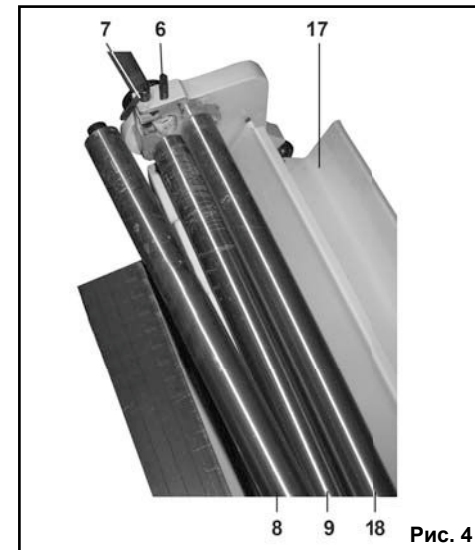
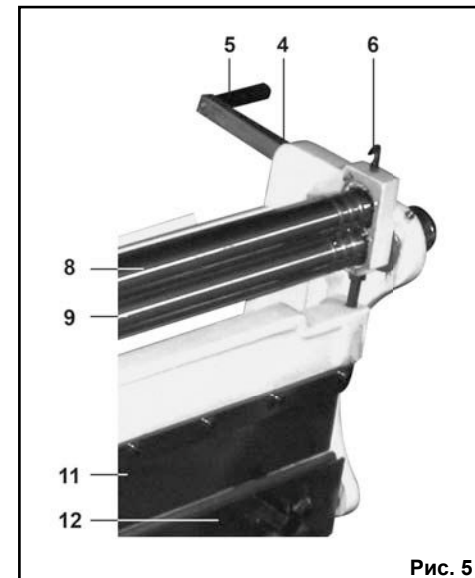

Рис. 4
Рис. 5
9.2. Вальцевание (Рис. 4, Рис. 5)